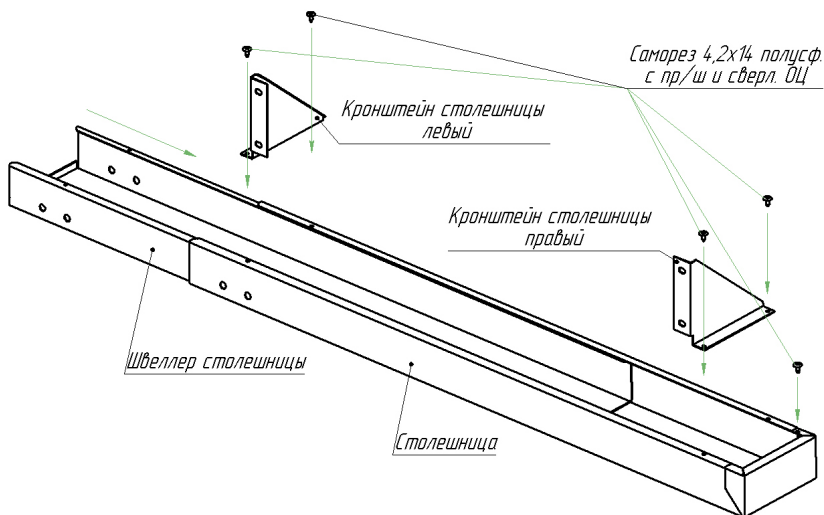

Рис.3
1.5. Собрать боковые столешницы по схеме сборки (п.2.3. Рис.3).
2.3. Схема сборки боковых столешниц (рис.3):